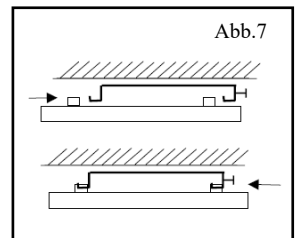

Abb.7
- Die Platte in den Montagerahmen einstecken **und mit beige-fügender Schraube sichern (Abb. 7)!**